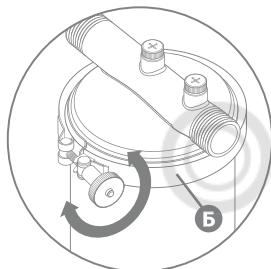
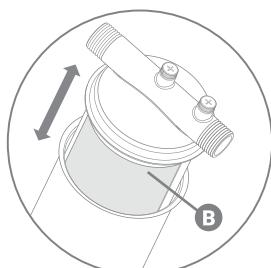

Рис. 5
Рис. 6
3. Отверните хомут (Б) (рис. 5) и отсоедините колбу от крышки (рис. 6).
7. Установите колбу (рис. 6) и затяните хомут (Б) (рис. 5). Для более надежного крепления хомутового соединения, допускается его затяжка гаечным ключом 10 мм (или 12 мм).